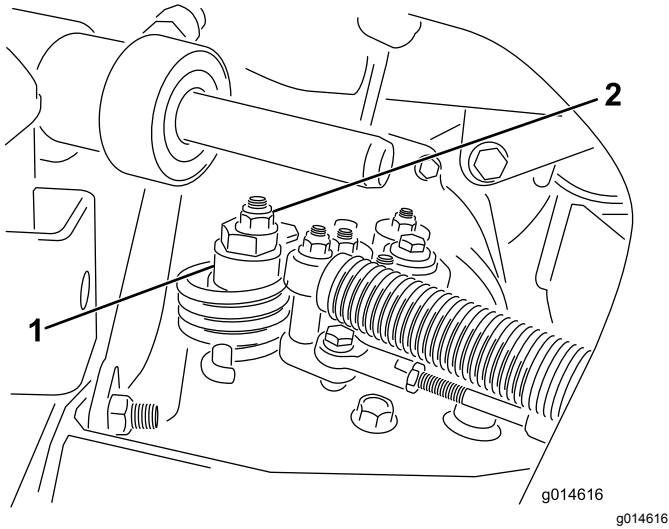

Bild 35
- A. Lösen Sie die Mutter, mit der der Exzenter oben am Hydrostat befestigt ist (Bild 35).
- C. Drehen Sie den Exzenter, bis kein Kriechen in jeder Richtung auftritt. Ziehen Sie die Schraube fest, wenn sich das Rad nicht mehr dreht, um den Exzenter und die Einstellung zu arretieren (Bild 35). Überprüfen Sie die Einstellung, wenn die Gasbedienung in der LANGSAM- und SCHNELL-Stellung ist.